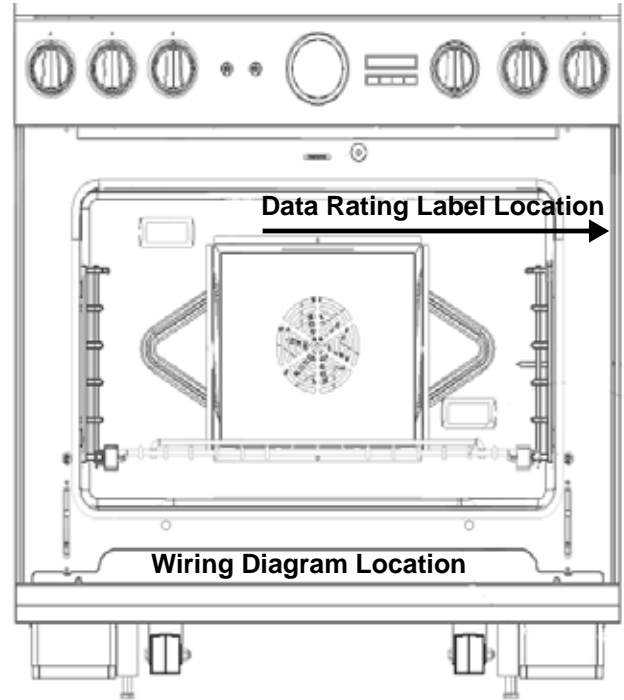

Figure 34: Rating Label Location
Vérifiez le type de gaz fourni à l'endroit de l'installation. Assurez-vous que l'appareil est branché au type de gaz pour lequel il est certifié. Les modèles sortent de l'usine avec une certification pour une utilisation au gaz naturel ou au gaz propane (LP). Assurez-vous que votre cuisinière est conçue pour le type de gaz auquel vous la branchez. Consultez la fiche signalétique du produit, située à l'emplacement indiqué à la Figure 34.